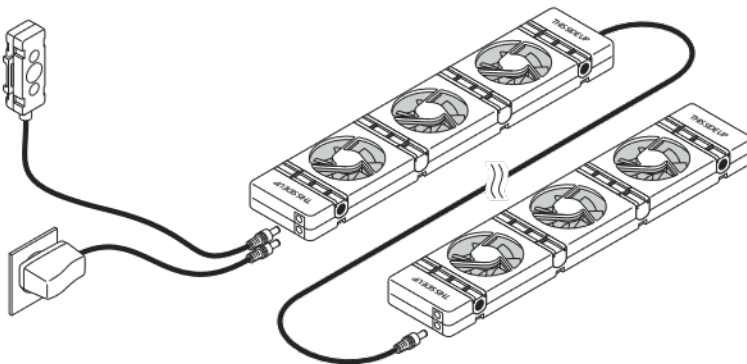

Abb. 4 - Verbinden weiterer SpeedComfort-Geräte (A).
6. Bei langen Heizkörpern verbinden Sie zusätzliche **SpeedComfort-Geräte (A)** mithilfe des 30 cm langen **Verbindungskabels (F)** (siehe Abb. 4). Es können mehrere **SpeedComfort-Geräte (A)** (bis zu 20) mit einem **Netzadapter (D)** verbunden werden. Zusätzliche **Temperaturfühler (E)** sind nicht erforderlich. Das Duoset und das Trioset enthalten mehrere **SpeedComfort-Geräte**.